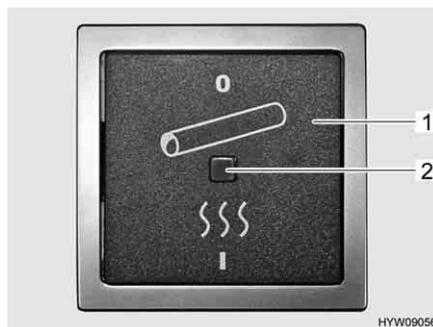

Bild 77 Brytare för elektrisk avloppsvattenvärmning
- Sätt vippkontakten (Bild 77,1) i position "I". Kontrollampen (Bild 77,2) på brytaren lyser.
- Sätt vippkontakten (Bild 77,1) i position "0". Kontrollampen på brytaren (Bild 77,2) slocknar.